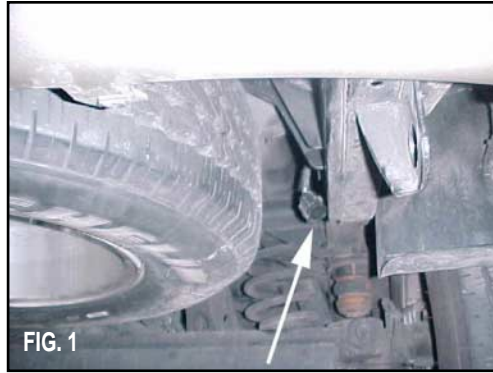

FIG. 1
1. Locate the tow vehicle's trailer harness connector. This harness is located under the vehicle, behind the rear bumper on the passenger side of the vehicle. (Fig. 1)
1. Repérez le connecteur du faisceau du véhicule tracteur. Ce faisceau se trouve sous le véhicule, derrière le pare-chocs arrière, côté passager. (Fig. 1)
1. Localice el conector para el arnés del remolque en el vehículo remolcador. Este arnés está situado debajo del vehículo, detrás del parachoques trasero en el lado del pasajero. (Fig. 1)